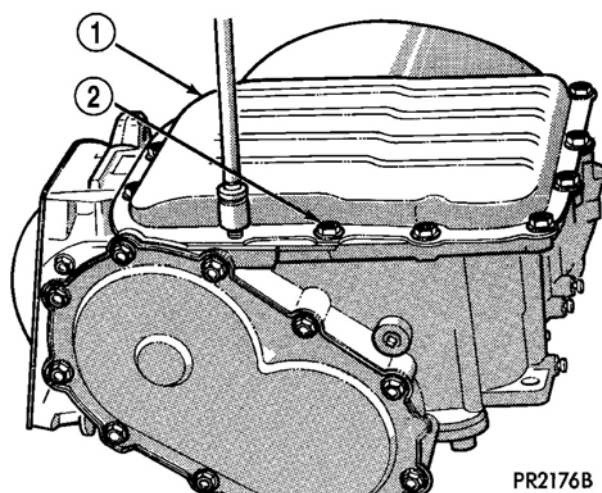

图 339 变速驱动桥油盘螺栓
(8) 安装和拧紧油盘与变速驱动桥连接螺栓（图 339）至 $19\text{N} \cdot \text{m}$ (165in.lbs.) 的扭矩。